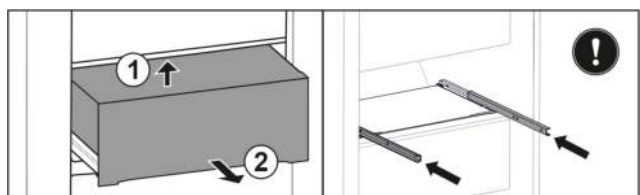

Fig. 126
- ▶ Schubfach von unten hinten anheben. Fig. 126 (1)
- ▶ Schubfach nach vorne entnehmen. Fig. 126 (2)